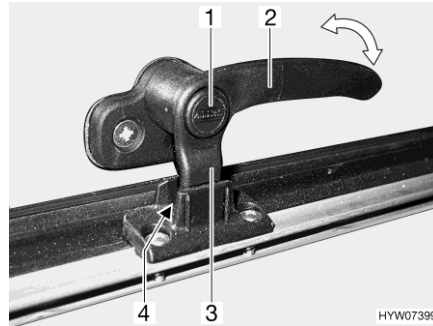

Fig. 40 Leva di serraggio (posizione "Aerazione continua")
- In posizione di "Aerazione continua" (Fig. 40)
- Premere il bottone di sicurezza (Fig. 40,1) e mantenerlo premuto.
- Ruotare la leva di serraggio (Fig. 40,3) di un quarto di giro verso il centro della finestra.
- Girare nuovamente all'indietro la leva di serraggio. Riportare contemporaneamente il nasello di chiusura (Fig. 40,3) della leva di serraggio nella rientranza della chiusura della finestra (Fig. 40,4).
- Rilasciare il bottone di sicurezza (Fig. 40,1).